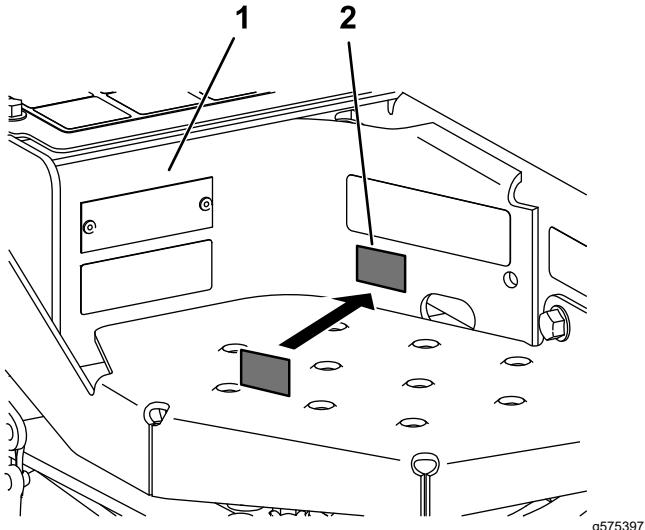

Figure 5
1. Avec de l'alcool à friction et un chiffon propre, nettoyez la zone près de la plaque du numéro de série, et laisser sécher la zone (Figure 5).
2. Retirez la pellicule protectrice au dos de l'autocollant de l'année de production et collez l'autocollant en place (Figure 5).